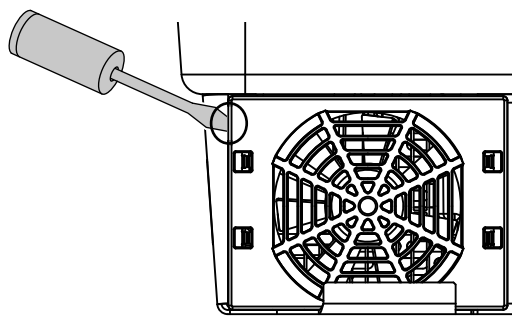

Fig. 73: Staccare la griglia della ventola
3. Con un secondo cacciavite premere le linguette di fissaggio verso il centro della ventola. Sollevare leggermente il gruppo ventola.  **Fig. 73**